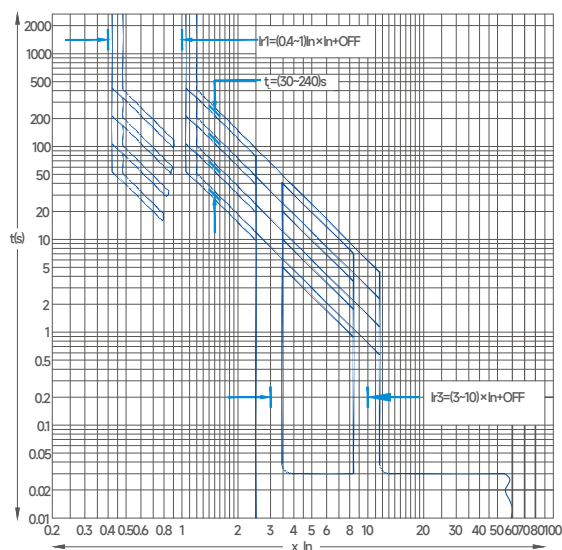
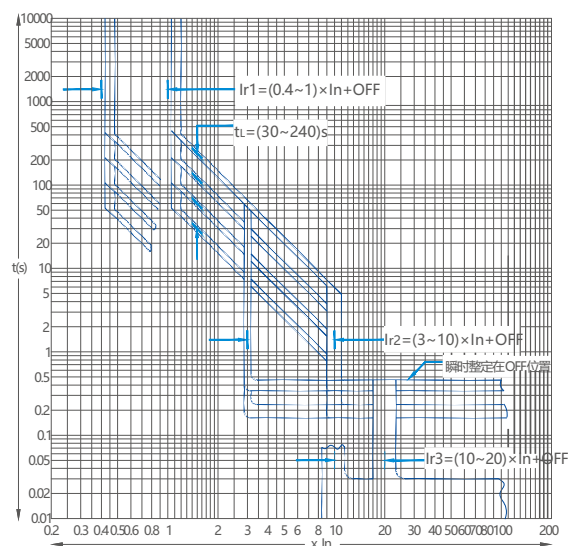
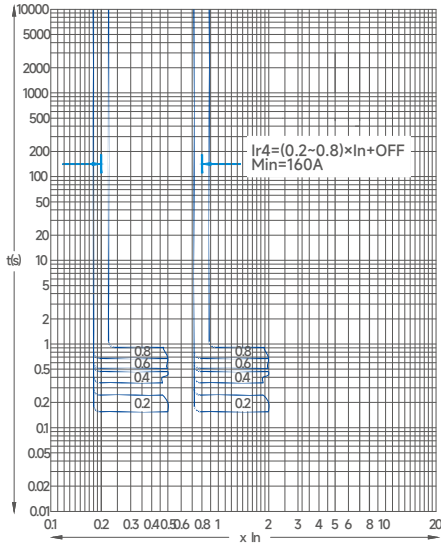

图1 L2型长延时、瞬时动作保护特性
图2 L3型/L4型长延时、短延时、瞬时动作保护特性
图3 L4型接地故障保护特性
3.1.4 L型控制器技术数据见下表，过电流脱扣保护特性见图1、图2，接地故障保护特性见图3。